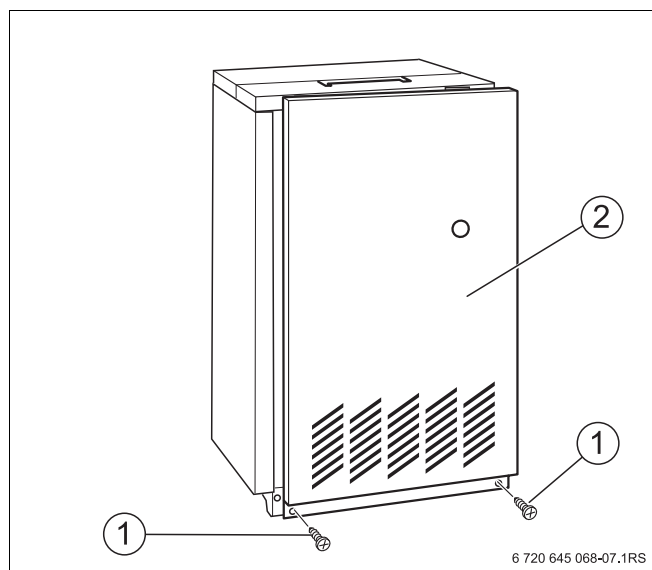

Рис. 8 Демонтаж передней стенки котла
- Вывернуть фиксирующие винты (Рис. 8, **поз. 1**) передней стенки (Рис. 8, **поз. 2**).
- Снять переднюю стенку котла (Рис. 8, **поз. 2**). Для этого ее нужно немного приподнять и снять, подав на себя.